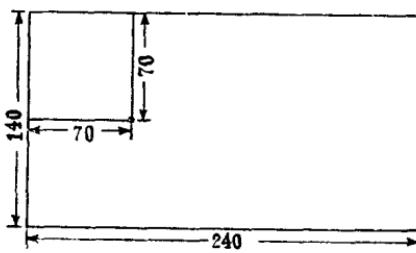

图 1
1. 用木砂皮将木板平面打光，再用烧红的铁棒在木板上离上边和左边各70毫米的地方钻一个孔（图1）。